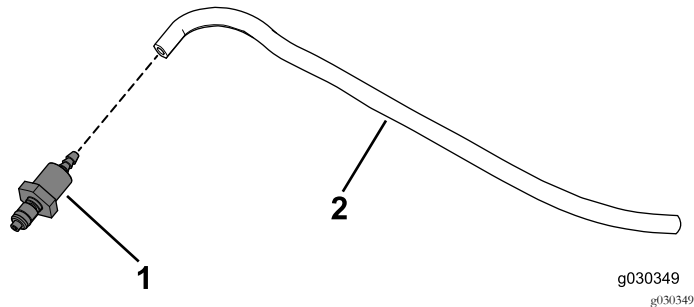

Bild 37
2. Schließen Sie das Schlauchanschlussstück am anderen Ende des Schlauchs für die Scheibenwaschanlage an (Bild 37).